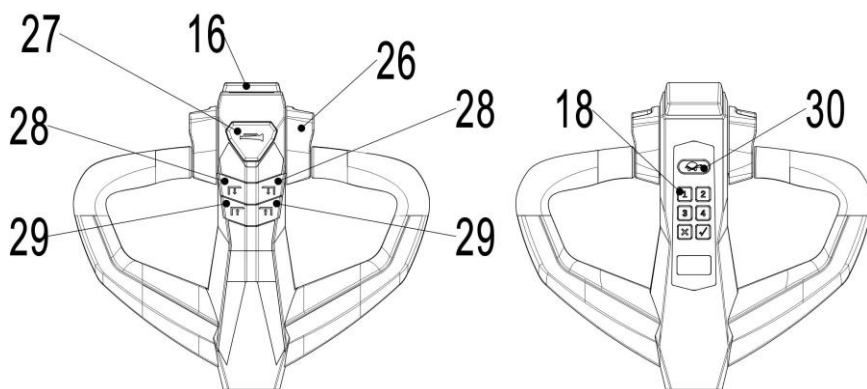
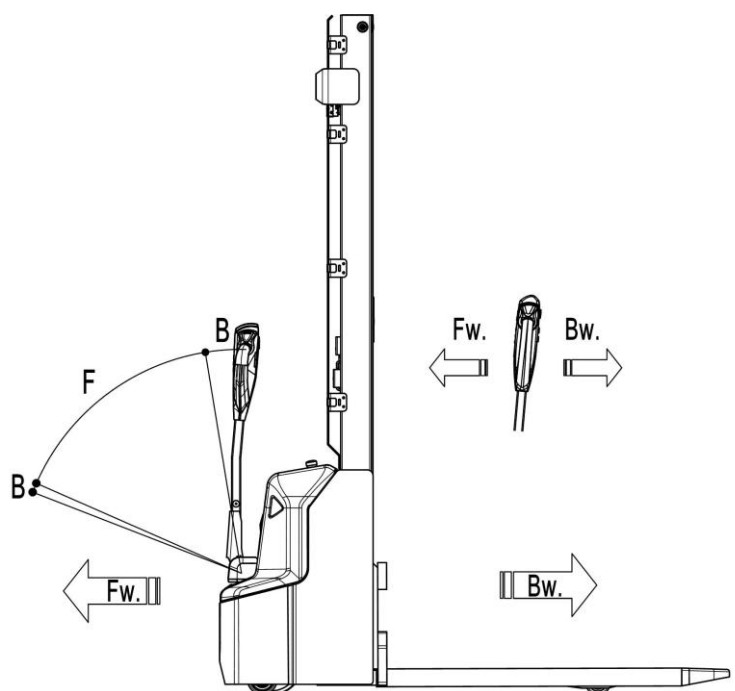

Рис. 7: Рукоятка управления
Рис. 11: Направления движения
Нажмите кнопку подачи звукового сигнала (рис. 7, поз. 22) для проверки работы предупреждающего сигнала.
Подведите штабелер с опущенными вилами под поддон полностью. Нажмите и удерживайте кнопку подъема (рис. 7, поз. 28) пока не достигните желаемой высоты подъема.
Если вилы штабелера находятся в стеллажном пространстве, необходимо осторожно отъехать от стеллажа с или без паллета. Во время движения необходимо удостовериться, что вилы не задевают стеллаж. Нажать и удерживать кнопку снижения (рис. 7, поз. 29). Опускать груз, пока вилы не освободятся от паллета, затем аккуратно отъехать от груза.
После того, как введен ПИН-код или использована карточка доступа, и аварийная кнопка вытянута, переведите ручку управления в рабочее положение («F», рис.11).
Отклоните маховики управления в нужном направлении «вперед» («Fw», рис. 11) или «назад» («Bw», рис. 11).
Контролируйте скорость передвижения при помощи маховиков (рис. 7, поз. 26) для достижения требуемой скорости.
На штабелере имеется кнопка замедленного ("черепашьего") хода для передвижения с пониженной скоростью. Нажмите кнопку замедленного хода (рис. 7, поз. 30) один раз, чтобы включить режим, поверните акселератор для движения на медленной скорости, и нажмите кнопку замедленного хода повторно, чтобы восстановить исходное состояние.
Нажмите кнопку замедленного хода (рис. 7, поз. 30) и удерживайте ее в течение 2 секунд, чтобы активировать функцию движения с ручкой управления, расположенной в вертикальном положении, при работе в ограниченном пространстве. Функция активна только при нажатой кнопке замедленного хода (для снижения скорости); отпускание кнопки замедленного хода приведет к немедленной остановке. Задействование маховиков управления в течение промежутка времени менее двух секунд после нажатия кнопки замедленного хода не приведет к активации функции, цикл активации необходимо повторить с самого начала. Маховики управления должны оставаться в нейтральном положении до истечения двух секунд.
- Переключение маховиков управления (рис. 7, поз. 26) обратно в начальное положение или освобождение маховиков активирует систему торможения. Штабелер тормозит до полной остановки.
- При переключении маховиков управления (рис. 7, поз. 26) из положения «движение в одном направлении» в положение «движение в противоположном направлении», штабелер постепенно тормозит, пока не начнет движение в противоположном направлении.
- Штабелер тормозит, если ручку управления перевести в верхнее или нижнее положение к точкам торможения («В», рис. 11). При отпускании рукоять управления автоматически возвращается в верхнее положение к точке торможения («В», рис. 11). Штабелер будет тормозить, пока не остановится.
- Кнопка противоотката (безопасности) (рис. 7, поз. 16) защищает оператора от получения повреждений и травм. Если эта кнопка включена, штабелер тормозит и начинает движение в противоположном направлении («Вw», рис. 11) на небольшое расстояние и останавливается. Необходимо помнить, что эта кнопка действует, даже если штабелер не едет, но ручка управления находится в рабочем положении.